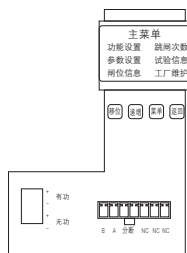
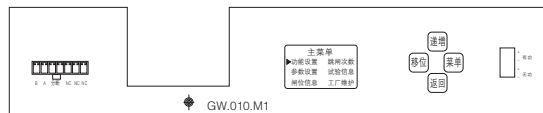

图5
图6
- 按键说明 (250/400壳架见图5, 630/800壳架见图6)